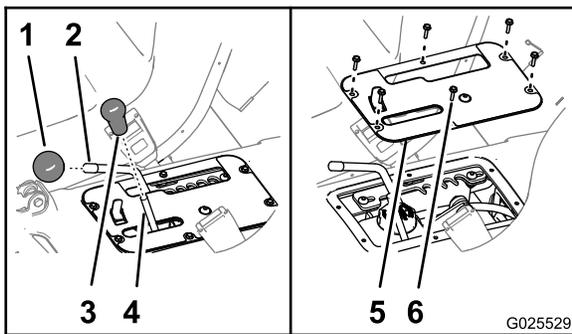

Figura 68
1. Retire os manípulos da alavanca de elevação hidráulica e da alavanca da velocidade (Figura 68).
- Remova os 6 parafusos de anilha sextavados (n.º 10 x ¾ pol.) que prendem a placa da cobertura do controlo à base do banco e retire a placa (Figura 68).
- Alinhe os orifícios na placa da cobertura de controlo com os orifícios na base do banco (Figura 68).
- Fixe a placa à base com os 6 parafusos de anilha sextavados (Figura 68) que retirou no passo 2.
- Enrosque os manipuladores nas hastes para a alavanca de elevação hidráulica e a alavanca da velocidade (Figura 68).
- Retire os manipuladores da alavanca de elevação hidráulica e da alavanca da velocidade (Figura 68).
9. Alinhe os orifícios na placa da cobertura de controlo com os orifícios na base do banco (Figura 68).
10. Fixe a placa à base com os 6 parafusos de anilha sextavados (Figura 68) que retirou no passo 3.
11. Enrosque os manípulos nas hastes para a alavanca de elevação hidráulica e a alavanca da velocidade (Figura 68).